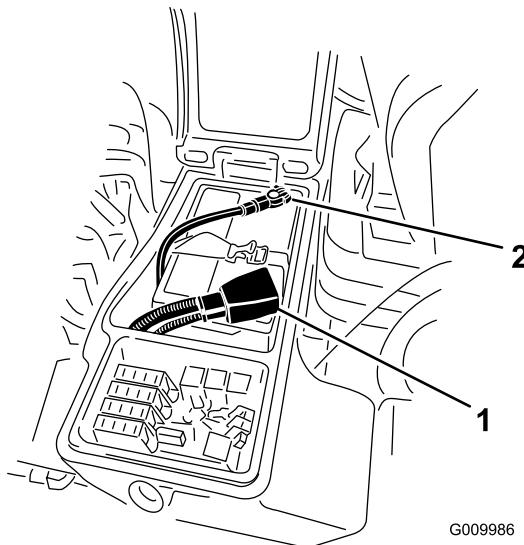

図 36
- 赤いケーブルをバッテリーの端子に、黒いケーブルはバッテリーの端子に固定する図 36ケーブルはキャップスクリュとナットで各電極に確実に固定すること。プラス端子が電極に十分にはまり込んでいること、ケーブルの配線に無理がないことを確認する。ケーブルとバッテリーカバーを接触させないこと。ショート防止のために端子にゴムキャップをかぶせる。